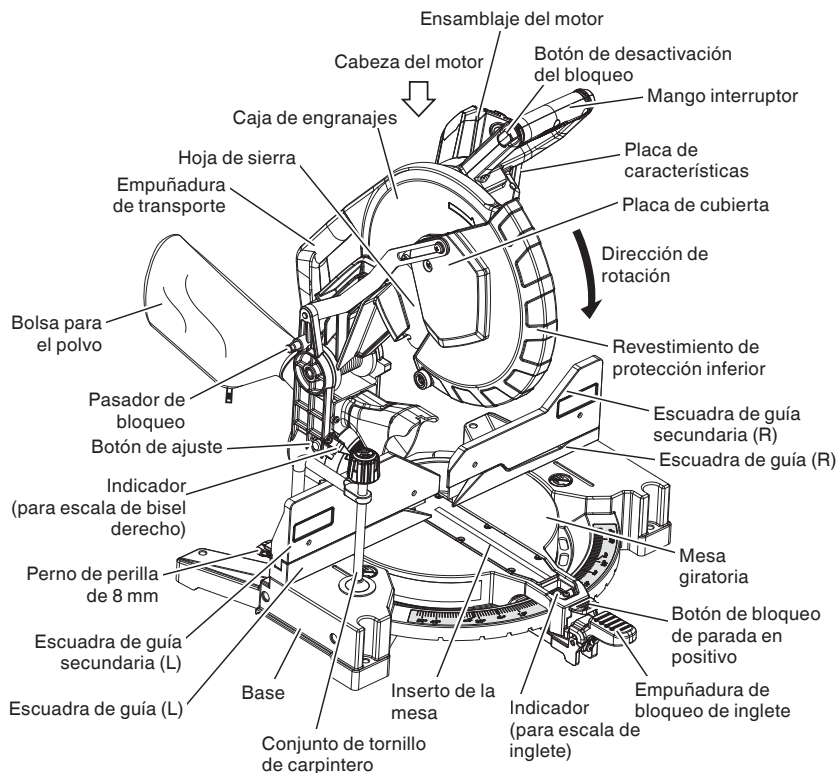
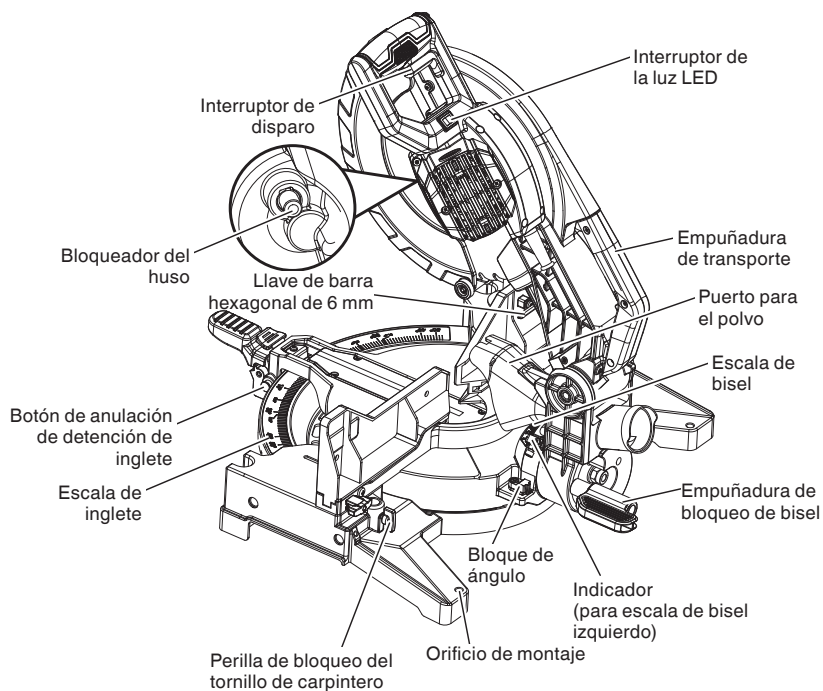

Fig. 1
Fig. 2
Coloque la escuadra de guía secundaria (L), la bolsa colectora de polvo y el conjunto de tornillo de carpintero como se indica en las Fig. 1 y Fig. 2.
(Acople el conjunto de tornillo de carpintero como se visualiza en las Fig. 1, Fig. 2 y Fig. 18.)
Luego de instalar la hoja de sierra, confirme que el pasador de bloqueo haya vuelto a la posición liberada antes de usar la herramienta eléctrica (refiérase a la Fig. 2).